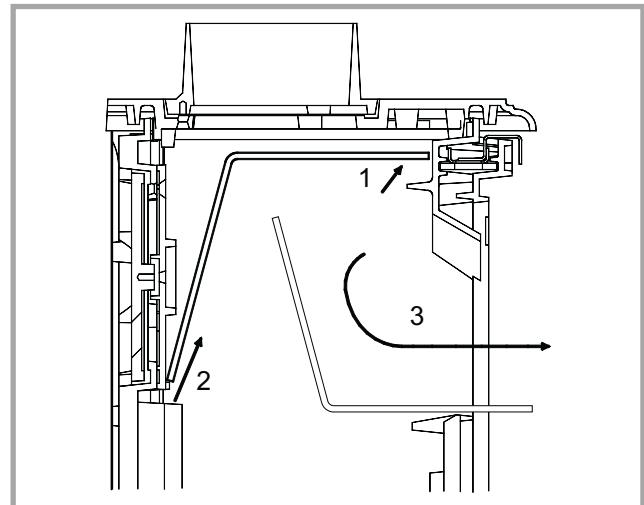

Figure 3 - Démontage de la chicane de fumée
- Enlever la chicane interne (fig. 3).
- Enlever la chicane interne (fig. 3) et l'écran pare-chaleur arrière.